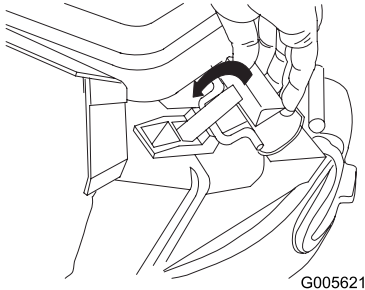

Bild 25
4. Den Griff nach hinten ziehen, bis die Griffklinke in der Kerbe in der Korbtürklinke einrastet (Bild 25).